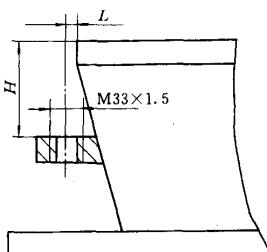

图1
在工程机械零部件加工制造过程中,经常会遇到空间受到限制的较大螺孔加工。例如图1螺孔 $M33 \times 1.5$ mm 加工就有两大难题:
(2) 螺孔加工回转空间受限制 加工直径大于 $M24$ 的螺孔时, 丝锥一般只有用三爪夹住丝锥攻螺纹。而大三爪回转空间大, 其使用受空间限制。在图1中, $M33 \times 1.5$ mm 螺孔直径大于 $M24$, 螺纹孔与壳体壁的距离 s 小于三爪回转半径, 而且螺孔距壳体上端面的距离 L 较大。在这种情况下丝锥钻夹和三爪失去了效用, 出现螺孔加工的难题。